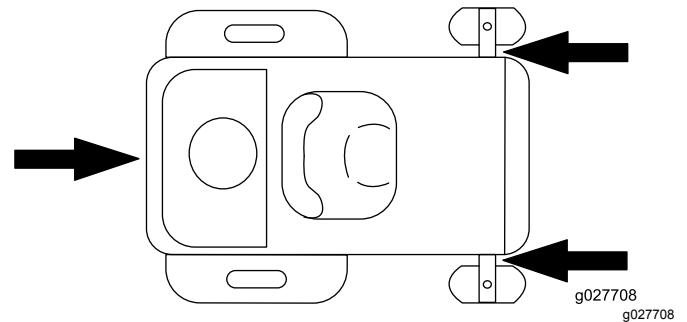

Figura 32
- Sujete la máquina firmemente al remolque o al camión con cadenas, correas, cables o cuerdas. Use únicamente las cuatro ubicaciones designadas de la posición de arranque del cortacésped: dos del lado izquierdo y dos del lado derecho (Figura 32). Use estas ubicaciones incluso cuando transporte el cortacésped con un accesorio acoplado. Si usa ubicaciones no designadas, puede dañar el cortacésped o el accesorio.